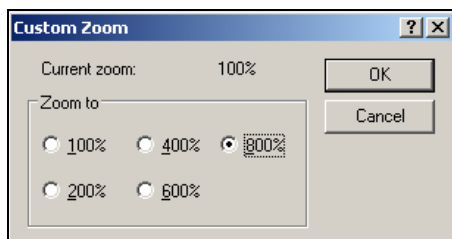

Figura 5-44. Zoom personalizado
- 2 Desplácese hasta *Ver > Zoom > Personalizado*. Aparecerá el cuadro de diálogo *Zoom personalizado* (consulte Figura 5-44 en la página 5-54).